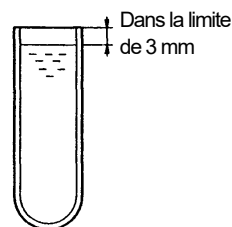

Fig. 3-3 Tube de remplissage pour rotor oscillant (FCR : 100 000xg et plus)
- 2) Équilibrer les tubes (disposés symétriquement) à 0,2 g près. Si vous utilisez les centrifugeuses des séries CS150NX et CS-FNX/CS-GX II /CSGXL/CS-GX, utilisez des tubes d'équilibrage selon les Fig. 3-3 et 3-4.